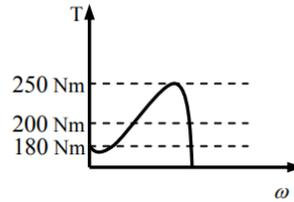

Abb. 3: Drehstrommotor A
E-KB 1 Die Lamellenkupplung (2) soll aus insgesamt 11 Lamellen bestehen, wobei die mit der Antriebsseite der Kupplung verbundenen Lamellen aus Stahl, die mit der Abtriebsseite der Kupplung verbundenen Lamellen aus Sintermetall hergestellt sind. Zeichnen Sie die noch fehlenden Lamellen in **Abb. 3** ein.
E-KB 5 Bei einer ähnlichen Anordnung soll ein Drehmoment von 80.000 Nm übertragen werden. Wie groß muss der mittlere Reibradius r_m mindestens sein, wenn zum Aufbringen der Schaltkraft F_s (**Abb. 3**) ein Hydraulikzylinder zum Einsatz kommen soll, der eine maximale Druckkraft von 150 kN besitzt?